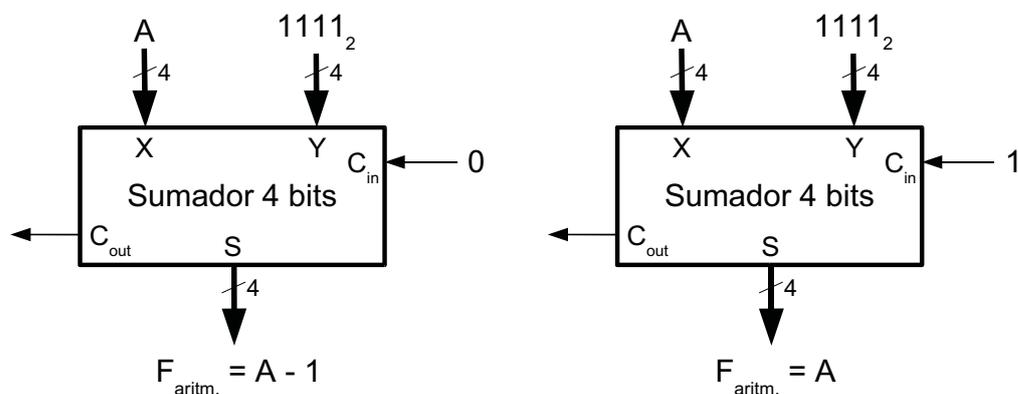

Figura 5.21.
- (d) Si las entradas del sumador son A y $11\dots 1$, figura 5.21, se pueden obtener funciones de **transferencia**, $F = A$ si $C_{in} = 1$, o de **decremento**,